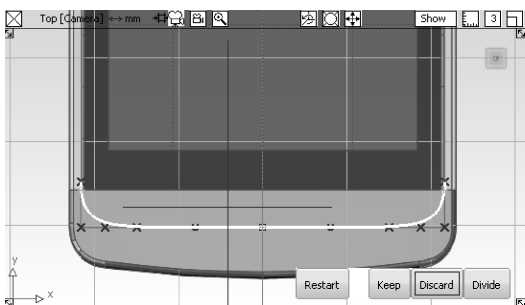

图 8-41 剪切曲面
- 48 选择【Trim】工具，将曲线投影到手机底部的曲面上，并剪切掉曲面的向内部分，如图 8-41 所示。